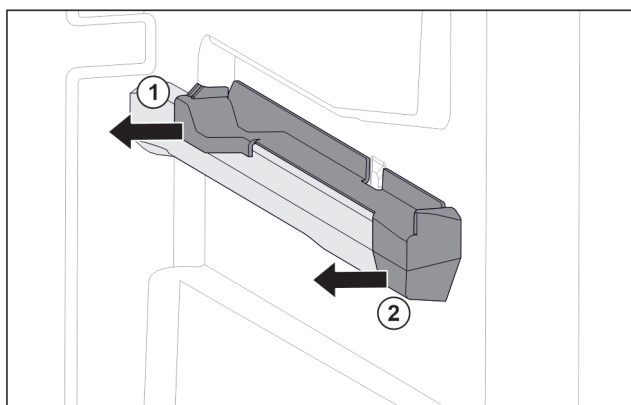

Fig. 71 Nasazovací díl na pravém žebrování na nádoby
- ▶ Uchopte nasazovací díl dole vzadu. Fig. 71 (1)
- ▶ Stáhněte nasazovací díl vzadu na stranu. Fig. 71 (1)
- ▶ Stáhněte nasazovací díl vpředu na stranu. Fig. 71 (2)